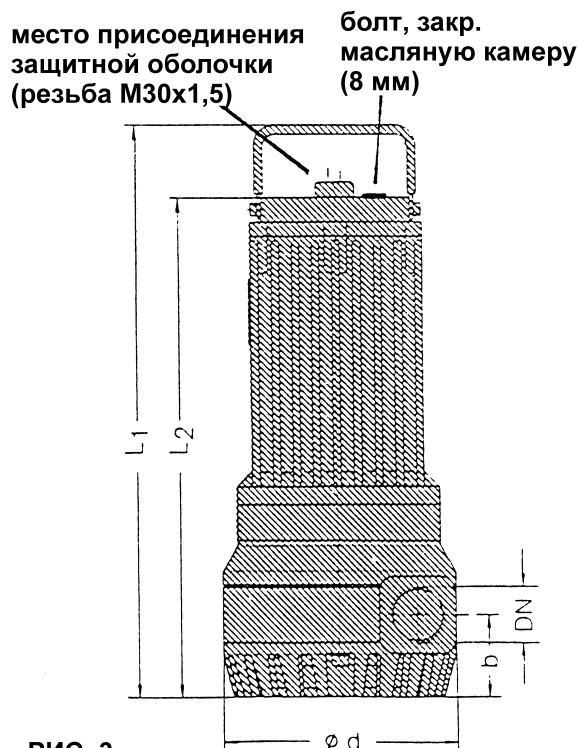

РИС. 3
- Приверните защитную оболочку с помощью входящих в объем поставки накидных гаек (М 30х1,5) к резьбе устройства ввода кабеля в верхнею часть корпуса насоса (см. рис. 3).